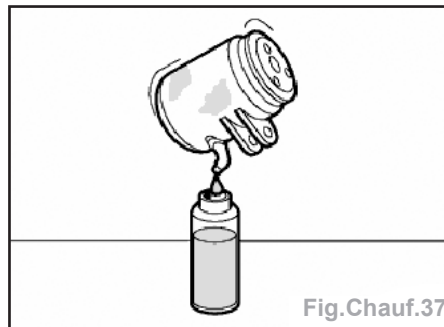

Fig. Chauff.37
- Transvaser intégralement l'huile frigorigène restée dans le compresseur précédent dans une éprouvette à travers le bouchon de remplissage (Fig. Chauff.37).